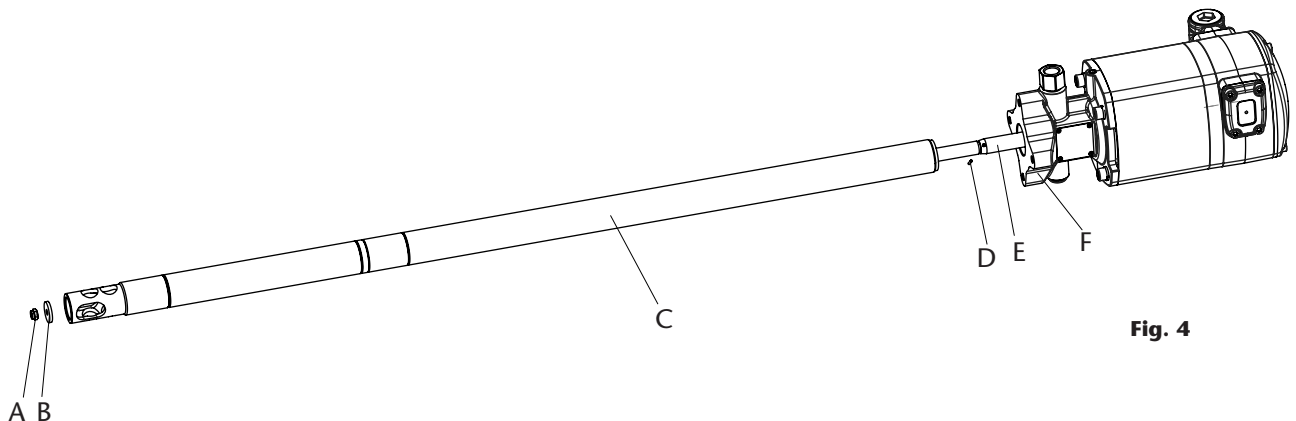

Fig. 4
1. Fije la bomba en posición horizontal en un mordaza (Fig.4). De unos golpes con un martillo en el tubo superior (C), cerca de unión con el cuerpo (F) para romper el sellador de la rosca.
2. Desenrosque la tuerca cebador (A) y desmonte este (B).
4. Una vez desenroscado, tire del moto hasta ver el pasador (D) del vástago (E). Con un martillo y un botador, sacar el pasador (D). El motor queda suelto.